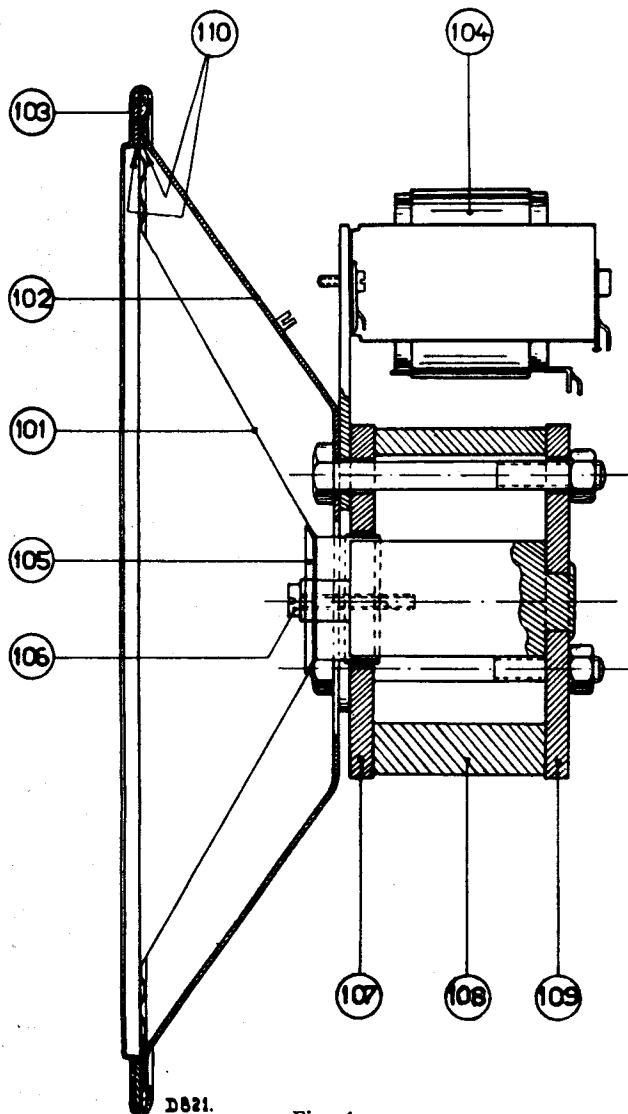

Fig. 1
2. Zorg dat voor- en achterplaat (fig. 1 pos. 107 en pos. 109) in geen geval van de magneet getrokken worden; hierdoor zou deze (evenals bij reparatie op een ijzeren plaat) verzwakken,